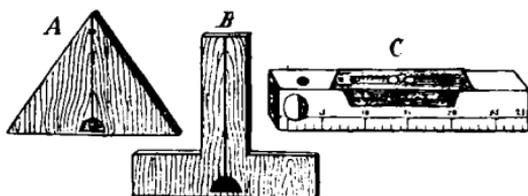

Рис. 32. Уровень, или ватерпасъ.
*Уровень*, или *ватерпасъ*, служитъ для того, чтобы узнать, горизонтальна ли какая-нибудь плоскость. Это — деревянная дощечка, треугольная (рис. 32 А) или такой формы, какая показана на рисункѣ (рис. 32 В), и такой толщины, чтобы она могла
шнурокъ отвѣса придется какъ разъ въ бороздку. Если же шнурокъ отклонится отъ бороздки въ сторону, значить плоскость не горизонтальна. Бываютъ еще ватерпасы другого устройства, въ видѣ запаянной стеклянной трубки, вдѣланной въ металлическую коробку съ вырѣзомъ наверху (рис. 32 С). Въ трубкѣ налить спиртъ и находится маленькій пузырекъ воздуха. Если поставить такой уровень на горизонтальную плоскость, пузырекъ воздуха придется какъ разъ у мѣтки, поставленной въ серединѣ трубки. Если же пузырекъ ближе къ одному концу трубки, то, значить, этотъ конецъ доски выше другого.